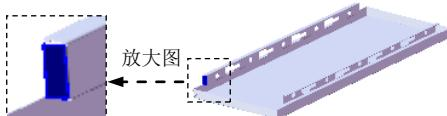
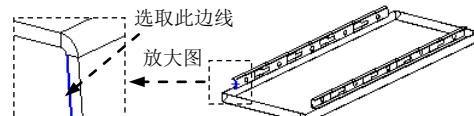

图 17.9.64 创建边线一法兰 15
图 17.9.65 定义特征的边线
(4) 单击 \checkmark 按钮，完成阵列（线性）2 的创建。
Step29. 创建图 17.9.64 所示的边线一法兰 15。选择下拉菜单**插入(I)** → **钣金(H)** → **边线法兰(E)...**命令；选取图 17.9.65 所示的模型边线为生成的边线法兰的边线；在**角度(G)**区域的 Δ 文本框中输入角度值 65.0，在**法兰长度(L)**区域的下拉列表中选择**给定深度**选项，输入深度值 5.8；在此区域中单击“内部虚拟交点”按钮 \square 。在**法兰位置(N)**区域中单击“折弯在外”按钮 \square 。单击 \checkmark 按钮，完成边线一法兰 15 的创建。